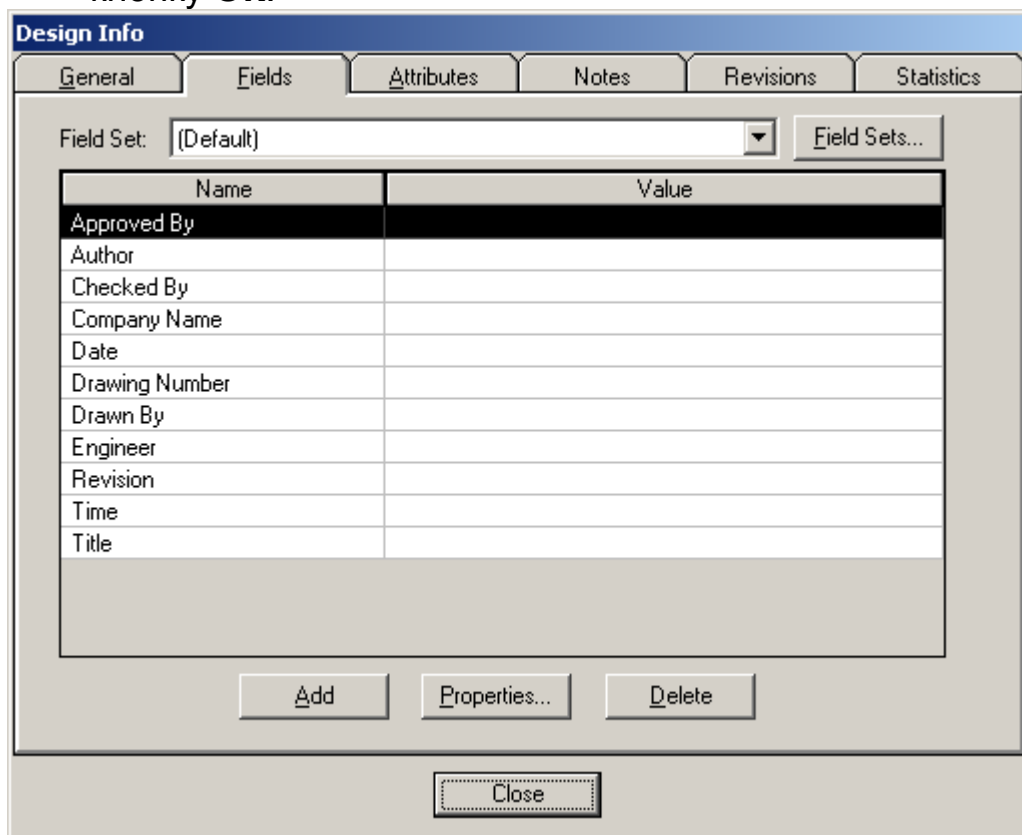

Рис. 5 Design Info, вкладка Fields
- 4.3 Выберите пункт меню **File**→**Design Info**. В появившемся окне **Design Info** (рис. 5) выберите вкладку **Fields**.